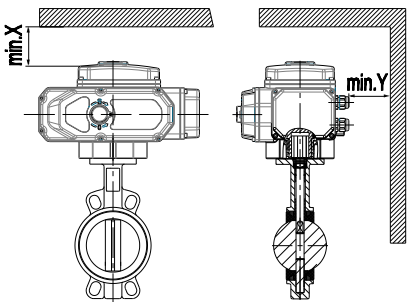

图 2
- 1.3 执行器安装必须预留足够的拆装空间，顶部和侧面预留参考距离如图 2。